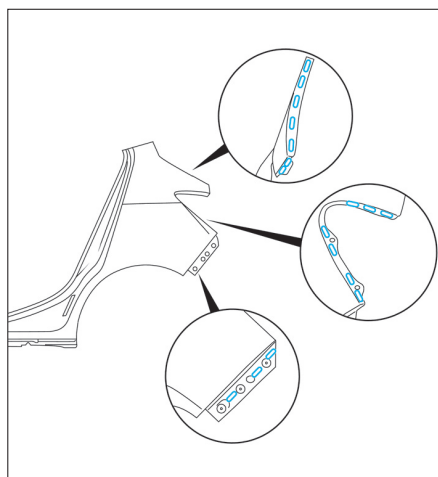

FIG. 47
- Effectuer des trous oblongs de 5 x 18 mm (Fig.47).